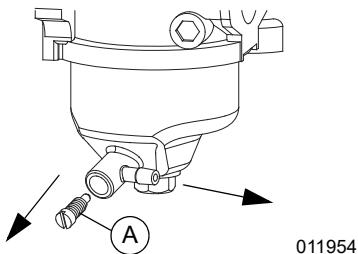

Figure 4-7. Vidanger le carburant du carburateur
1. Voir **Figure 4-7**. Desserrer la vis (A) et vidanger le carburant du carburateur.